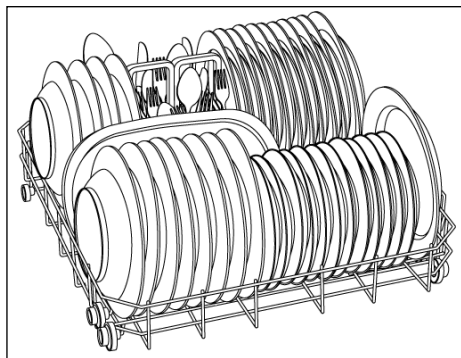

Fig. 3
• COUPURE DE L'EAU (fig. 3)
N.B.: NE SOULEVEZ JAMAIS ET NE BAISSÉZ JAMAIS LE PANIER D'UN SEUL CÔTÉ UNIQUEMENT (fig. 3).
- Retirer la plaque métallique (fig.3) et laver l'ensemble du système de filtrage sous le robinet d'eau. Si nécessaire, une petite brosse peut être utilisée.